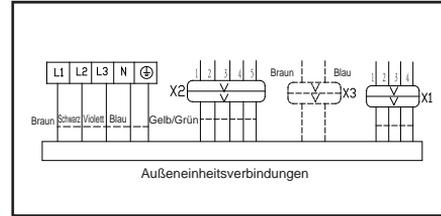

Abb. 13
- Schließen Sie alle Leitungen und Kabel nach dem elektrischen Diagramm an (Abb. 13).